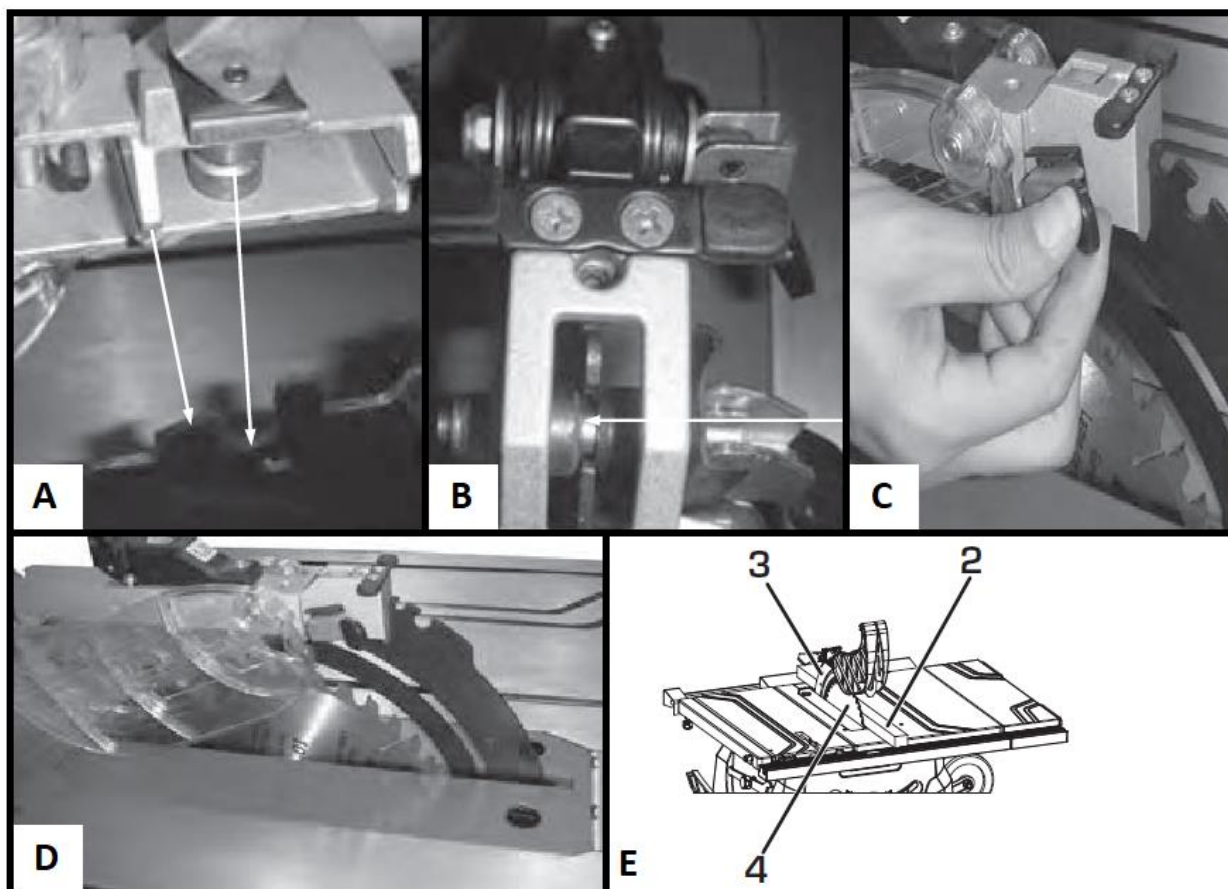

Рис. 16 Установка защитного кожуха пильного диска
#### 7.5.3. Установка защитного кожуха пильного диска (Рис. 16А-Рис. 16Е)
При установке защитного кожуха пильного диска (b) на разделитель, как показано на Рис. 16А, штифт в основании защитного кожуха пильного диска должен совпадать с прорезью на разделителе, как показано на Рис. 16В, затем затяните ручку, как показано на Рис. 16С, защитный кожух должен быть параллелен рабочему столу Рис. 16D.
Используя линейку (2), проверьте, совмещен ли разделитель защитного кожуха (3) с пильным диском (4), когда линейка находится между зубьями пильного диска (Рис. 16Е).